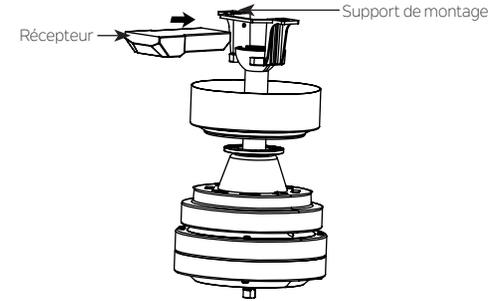

Fig. 13
Étape 1. Insérez le récepteur dans le support de montage, et maintenez-le à plat en opposition au plafond. (Fig. 13)